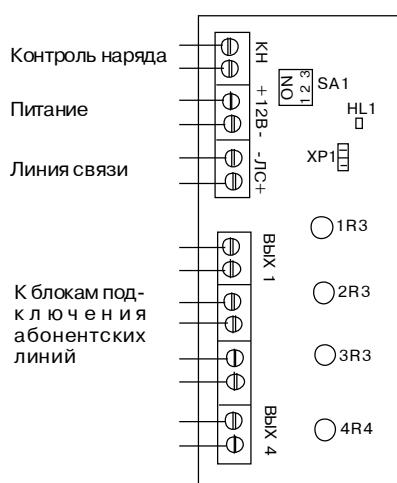

Рис. 24.
1.3.9.1. Схема внешних подключений БВУ приведена на рис. 24.
5.Установите требуемый режим работы БВУ: установите переключатели 1-3 SA1 в соответствии с типом протокола и режимом, при наличии блока «Ладога БВД» или «Ладога БВИ» снимите перемычку XR1 (рис.24).